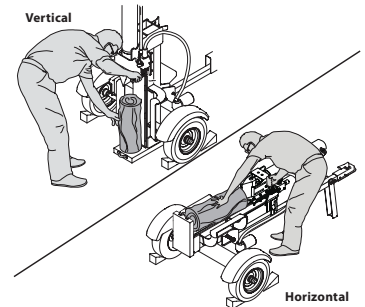

Figura 13
2. Trabe las dos ruedas por delante y por detrás. Vea la Figura 13.
3. Para estabilizar el tronco, coloque la mano izquierda en el costado del tronco que está frente a la viga como se indica en la Figura 13.